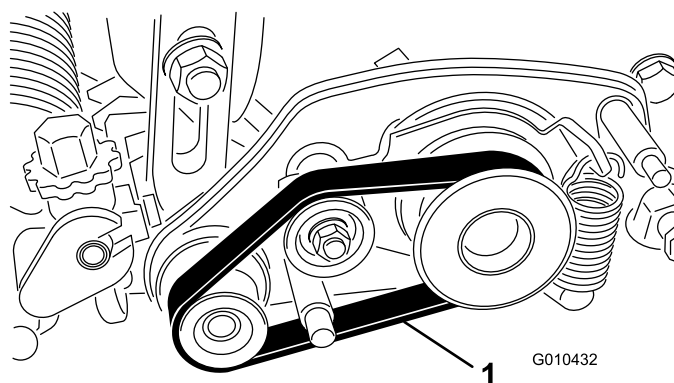

Figure 18
2. Chaussez la courroie sur la poulie menée, la poulie de tension et la poulie, comme montré à la Figure 18.